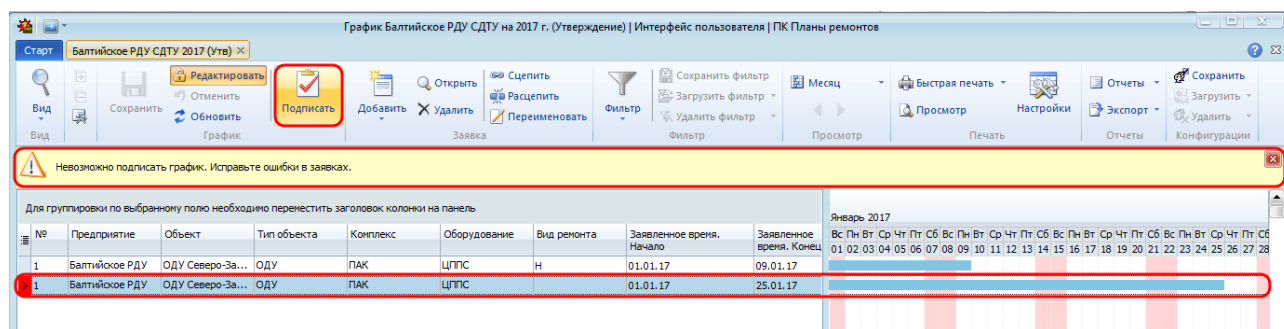

Рисунок 10.72 – Отображение информации о невозможности подписания входящего графика
- при редактировании входящего графика возможно сохранение заявки с ошибками (не заполнены отдельные поля) при условии, что график является не подписанным (не включенным в сводный график) (Рисунок 10.72).